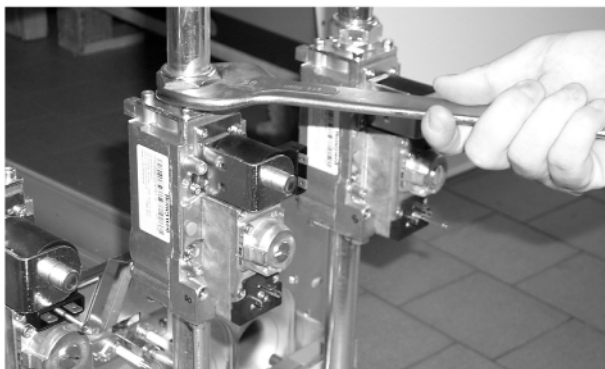

fig. 19
- Desenroscar las tuercas que fijan el tubo de suministro de gas de las válvulas (fig. 19).